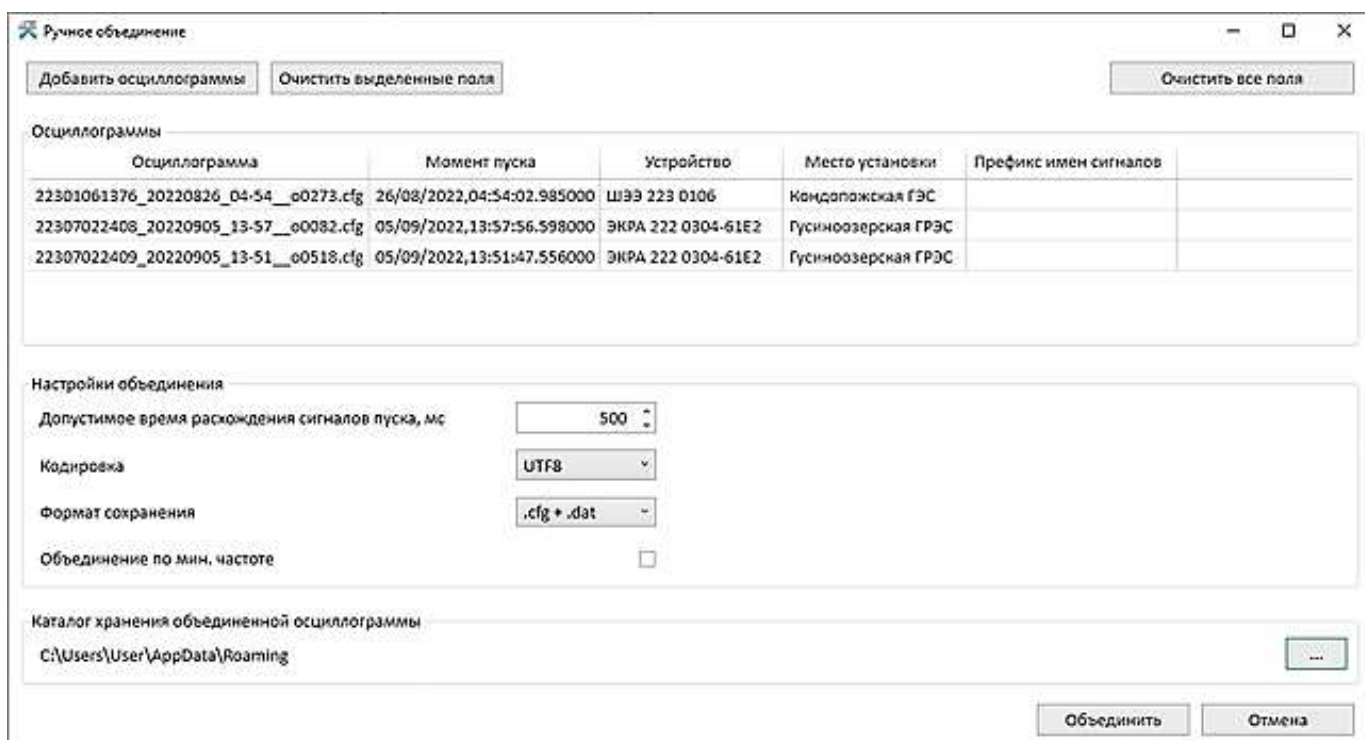

Рисунок 24 – Окно **Ручное объединение осциллограмм**
4) Ручное объединение  (рисунок 24).